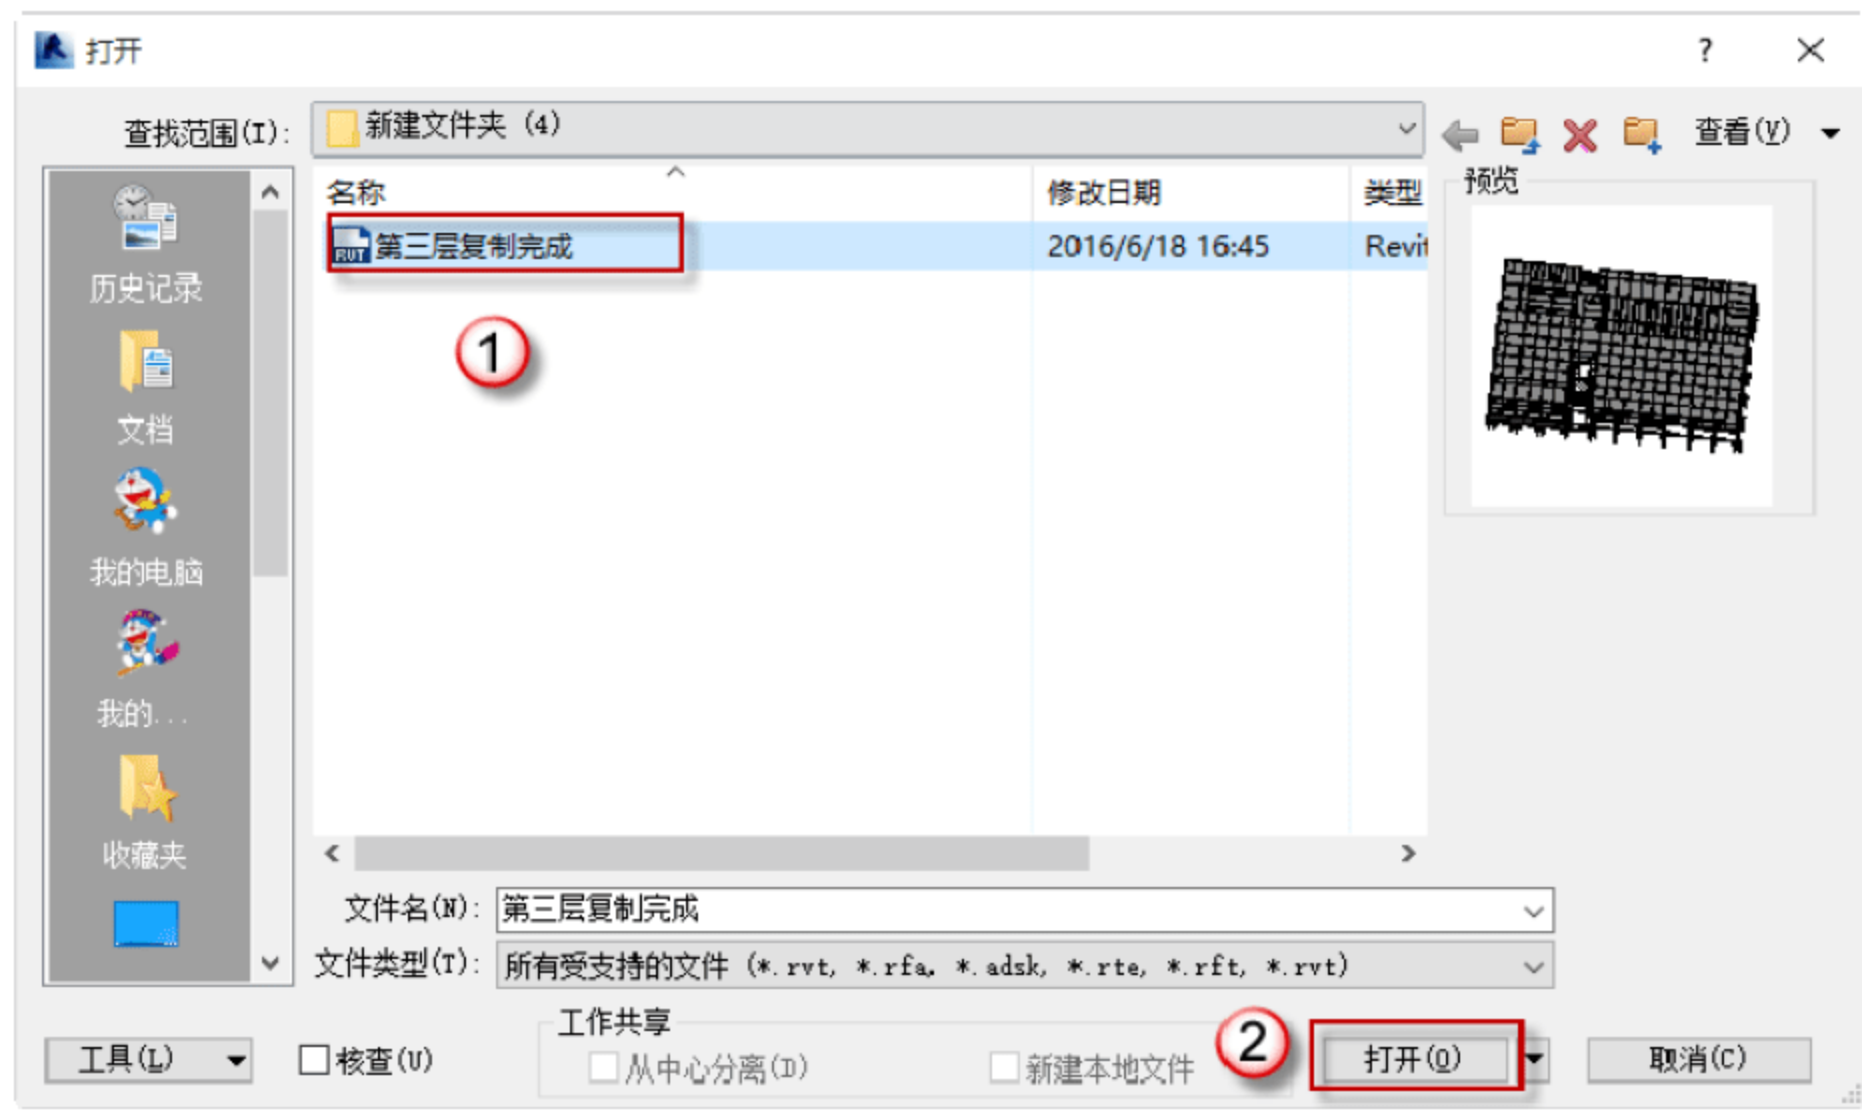

图 4.4.12 打开项目
(1) 打开项目文件。单击“打开”按钮，在弹出的对话框中打开保存的文件，或者直接单击“历史项目”按钮，如图 4.4.12 所示。